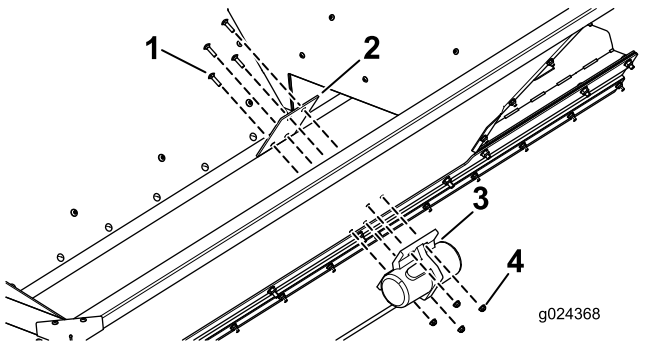

图7
2. 如 图7 所示用 4 个托架螺栓和 4 个螺母将安装板和振动器固定到料斗上。